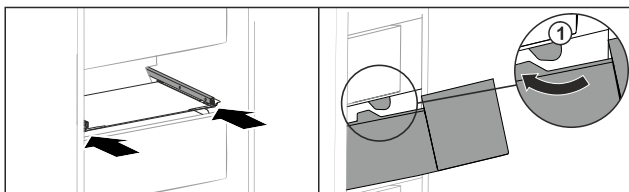

Fig. 160
- ▶ Vie vetolaatikko rajoittimen Fig. 160 (1) ohi.